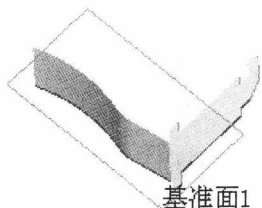

图 1.8 斜接法兰 1
Step4. 创建图 1.8 所示的钣金特征——斜接法兰 1。
(1) 选择命令。选择下拉菜单  **插入(I)** →  **钣金(B)** →  **斜接法兰(B)...** 命令